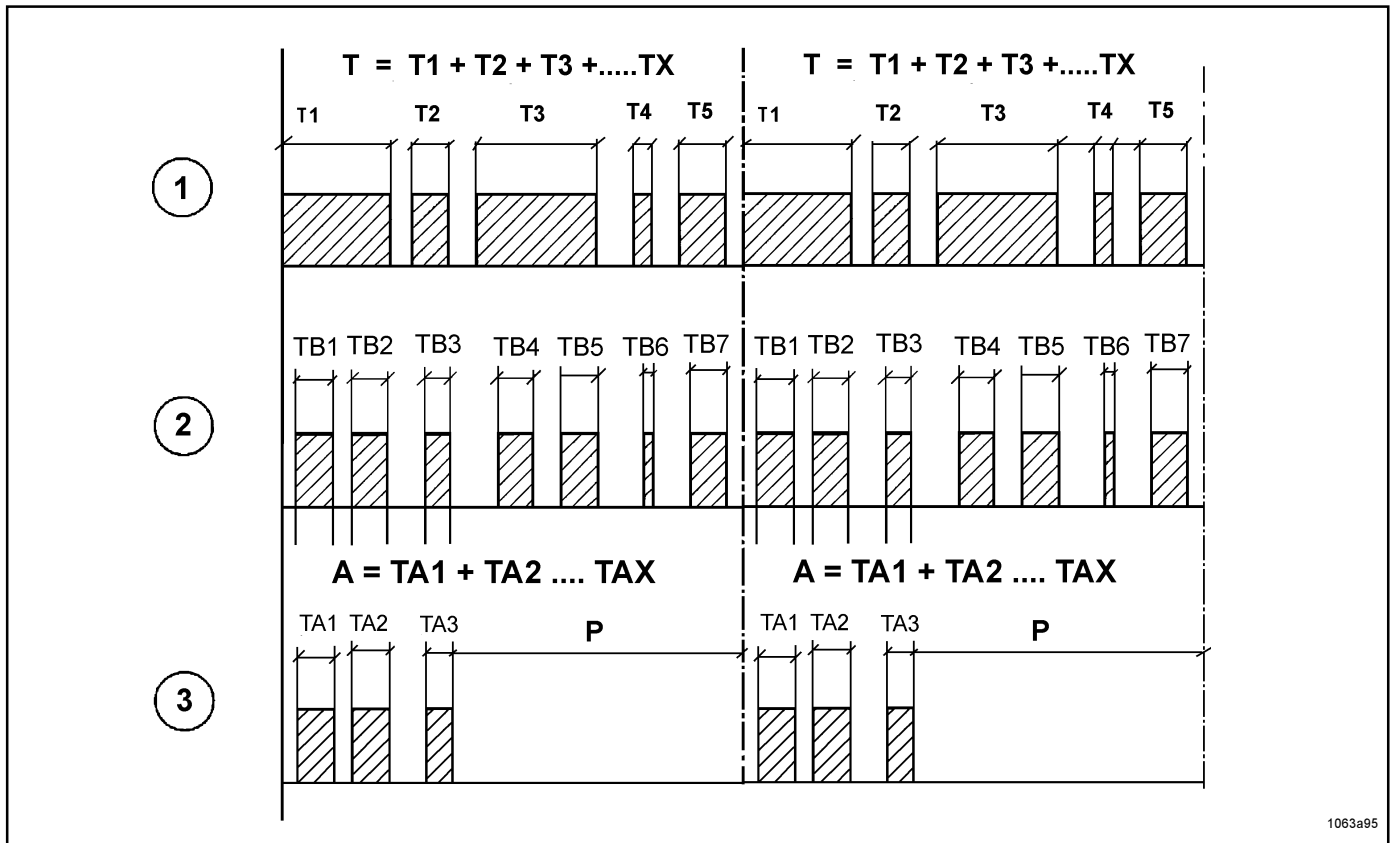

Abb. 16 -Zeitablaufdiagramm
- Innerhalb der Bereitschaftszeit T (Abb. 16)läuft zuerst die Arbeitszeit (A) ab, d. h. das QLS 321 ist bereit einzelne Bremsvorgänge (TB1...TBX) solange in einzelne Schmiervorgänge (TA1...TAX, Arbeitszeiten) umzusetzen, bis die eingestellte Arbeitszeit (A) abgelaufen ist.
- Die Steuerung ist so ausgelegt, daß innerhalb der eingestellten Bereitschaftszeit (T, reine Fahrzeit) einmal eine Arbeitszeit (A) abläuft.
- Nach Ablauf der Bereitschaftszeit (T) beginnt ein neuer Zyklus.
- Die **Bereitschaftszeit (T)** ist veränderbar und kann von **1, 2, 3...bis 16 Stunden (steigend um 1 Stunde)** an der Folientastatur eingestellt werden.
- Die Arbeitszeit (TA1, Abb. 16) beginnt mit der ersten Bremsbetätigung (TB1 = TA1, usw.).
- Die Elektronik speichert die Dauer jedes Bremsvorganges ab und addiert sie auf - solange bis die eingestellte Arbeitszeit (A) erreicht ist.
- Nach jedem weiterem Bremsvorgang (Beispiel: TB 4) folgt keine weitere Arbeitszeit mehr, bis die Bereitschaftszeit (T) beendet ist und von vorne beginnt.
- Die **Arbeitszeit (TA)** ist von **1, 2, 3...bis 32 Minuten (steigend um 1 Minute)** an der Folientastatur einstellbar.